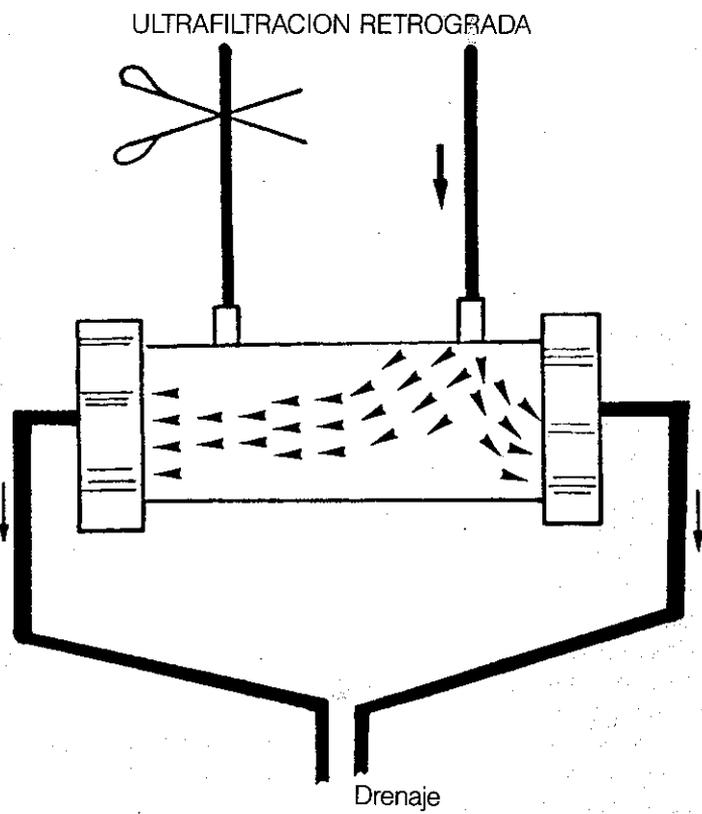

Fig. 5
**ULTRAFILTRACION RETROGRADA** (fig. 5) La U.R. es la inyección de agua osmotizada al dializador por el